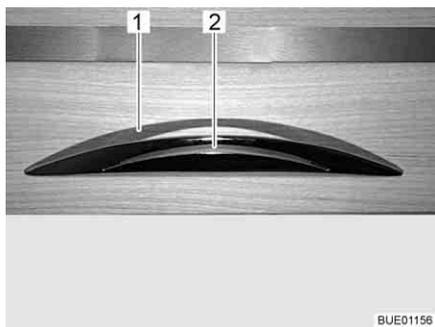

Fig. 42 Abattant de placard avec poignée de déverrouillage
- Enfoncer la poignée de déverrouillage (Fig. 42,2) et la maintenir enfoncée.
- Tirer sur la poignée de déverrouillage (Fig. 42,1) jusqu'à ce que l'abattant de placard s'ouvre.